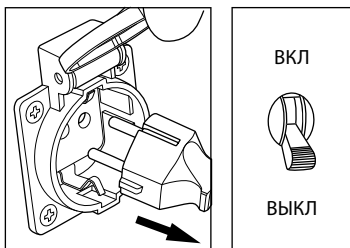

рис. 5
6. Отсоедините все электрические нагрузки, отключите подачу напряжения на панели штепсельных розеток. Переведите основную прерыватель цепи переменного тока в положение «ВЫКЛ» (рис. 5).
6. Отсоедините все электрические нагрузки, отключите подачу напряжения на панели штепсельных розеток (рис. 5).